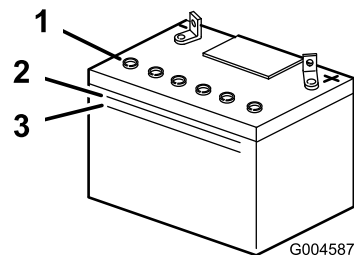

Bild 27
- Sehen Sie sich die Seite der Batterie an. Der Füllstand muss bis zur oberen Linie reichen (Bild 27).
Hinweis: Der Säurestand darf nicht unter die untere Linie fallen (Bild 27).
- Entfernen Sie die Entlüftungsdeckel von der Batterie (Bild 27).
- Gießen Sie langsam destilliertes Wasser in jede Batteriezelle, bis der Säurestand die obere Linie (Bild 27) am Batteriegehäuse erreicht.
- Warten Sie nach dem Füllen der Batteriezellen fünf bis zehn Minuten. Gießen Sie bei Bedarf destilliertes Wasser in jede Batteriezelle, bis der Säurestand die obere Linie (Bild 27) am Batteriegehäuse erreicht.